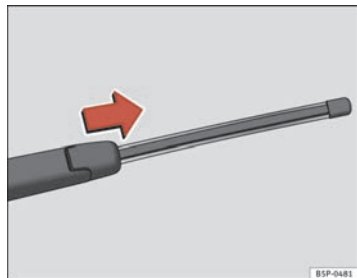

Abb. 169 Heckwischerblatt abnehmen
- Klappen Sie den Scheibenwischerarm von der Heckscheibe weg ⇒ Abb. 169.
- Den Wischerblattadapter in Pfeilrichtung schieben und das Wischerblatt abziehen ⇒ Abb. 169.